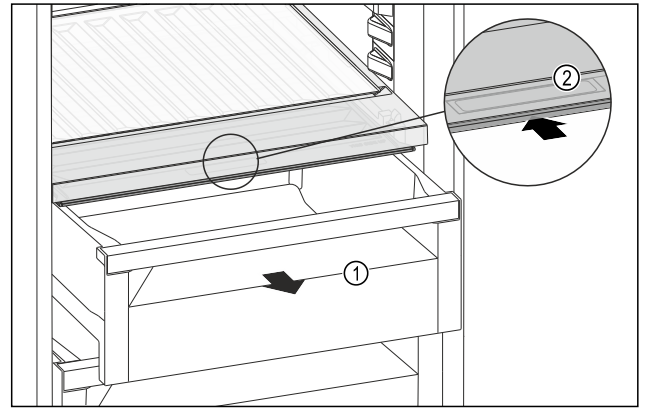

Fig. 118
- ▶ Húzza ki a fiókot Fig. 118 (1).
- ▶ Fogja meg a süllyesztett fogantyút Fig. 118 (2) a rekeszfedélen, és ezzel egy időben tolja hátra a rekeszfedelet.